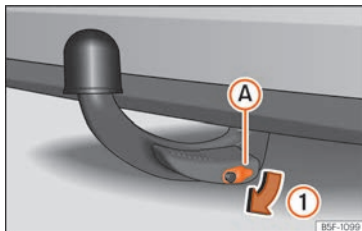

Fig. 271 Retirar la tapa de la cerradura
- Extraiga la tapa (A) de la cerradura en el sentido de la flecha ① » fig. 271.